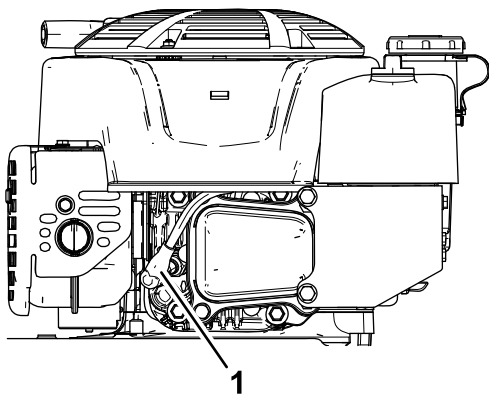

Figura 28
2. Desligue o fio da vela da ignição da vela da ignição (Figura 28).